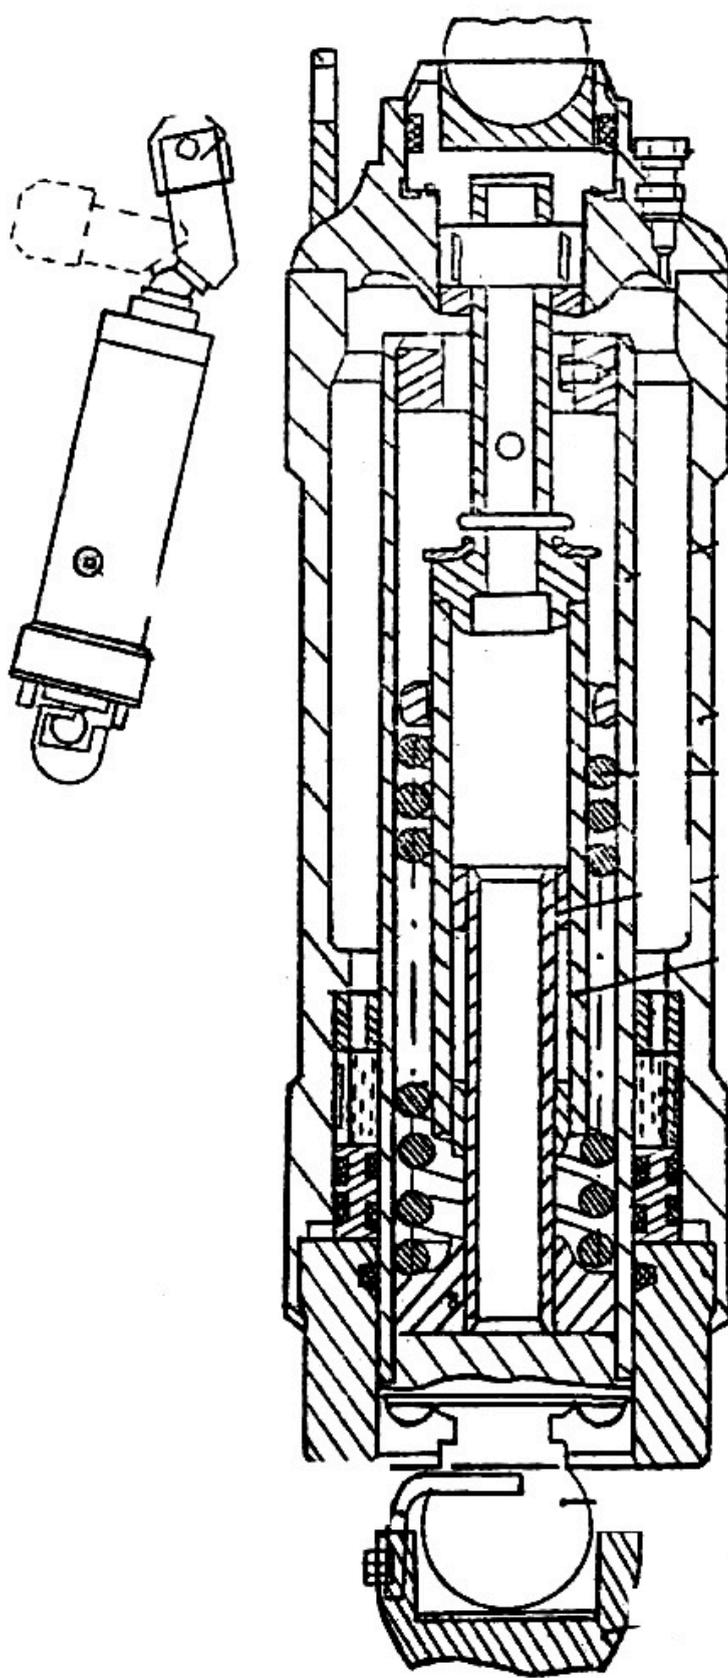

Рис. 6.1. Уравновешивающий механизм
Состав (рис. 6.1):
- свинтить крышку с зарядного клапана (рис. 6.1);
- повернуть ключом на $\frac{1}{2}$ оборота вентиль (рис. 6.1) против х.ч.с. и убедиться в протекании жидкости через резьбу;